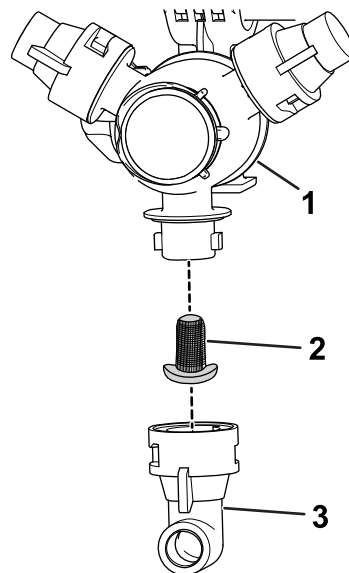

Figura 91
2. Retire o bico da cabeça de pulverização (Figura 91).
3. Retire o filtro do bico antigo (Figura 91).
4. Instale o novo filtro do bico (Figura 91).
5. Instale o bico na cabeça de pulverização (Figura 91).